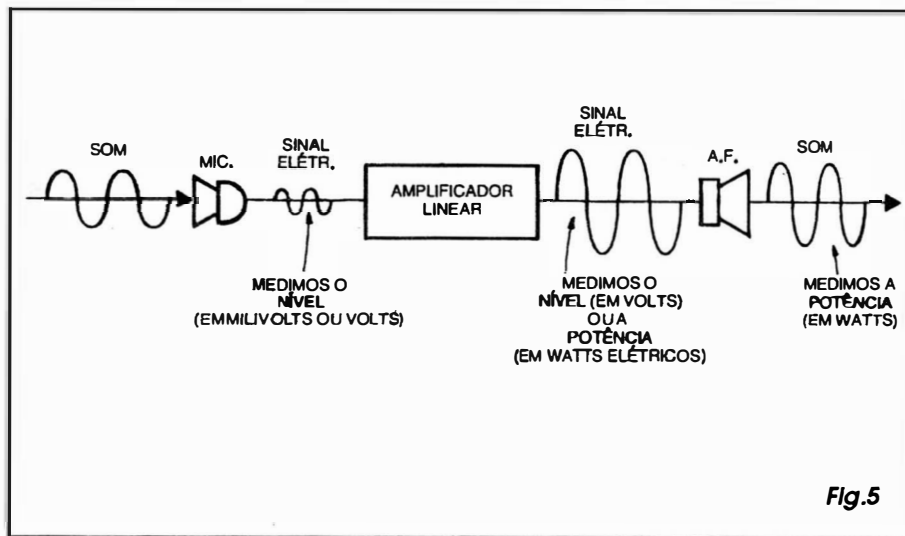

Fig.5
- FIG. 5 - A INTENSIDADE DOS FENÔMENOS ELETRO-ACÚSTICOS E A SUA MEDIÇÃO... - Em aula anterior falamos que um dos importantes parâmetros que usamos para avaliar ou quantificar os fenômenos eletro-acústicos é a INTENSIDADE da manifestação... Na prática, damos alguns nomes ou *apelidos* à INTENSIDADE, dependendo da *unidade* e da *grandeza* que usamos para medi-la e de *em qual estágio* do circuito ou da própria tradução realizamos a mensuração... No diagrama da FIG. 5 temos um arranjo típico e bastante universal, para servir de base às explicações, incluindo um microfone, um amplificador e um alto-falante, com o que toda a cadeia das traduções se encontra visível, em seus vários estágios, fases e *sentidos*... Normalmente chamamos de NÍVEL (e medimos